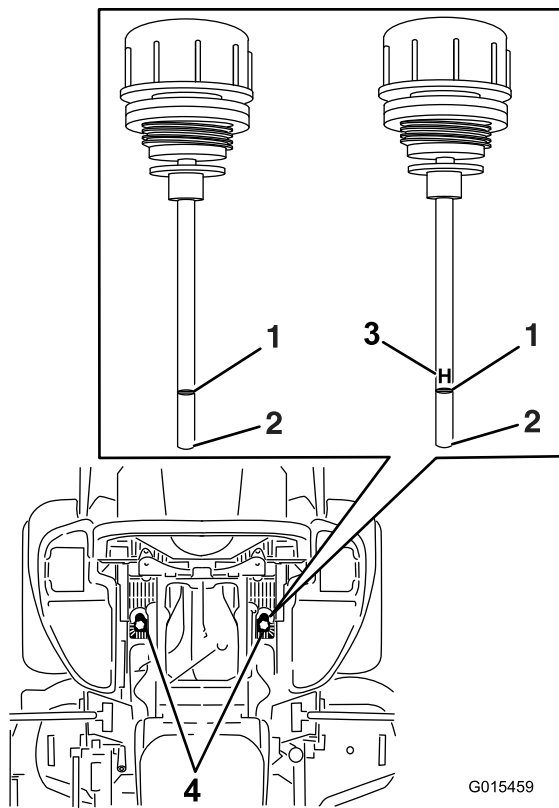

Figure 95
5. Nettoyez la surface autour des jauges des réservoirs du système hydraulique (Figure 95).
6. Sortez une jauge du réservoir hydraulique (Figure 95).
8. Ressortez la jauge et examinez l'extrémité (Figure 95).